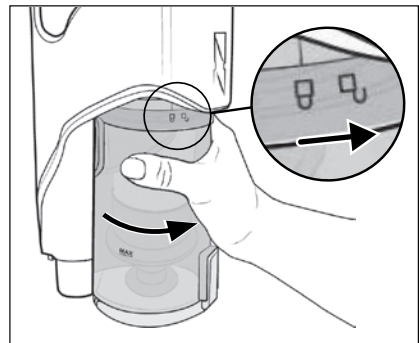

Abb. 28
- 8) Setzen Sie den Schmutzbehälter **7** wieder in das Gerät und drehen Sie ihn in Richtung des Symbols  (schliessen), bis er fest im Gerät sitzt (siehe Abb. 28).